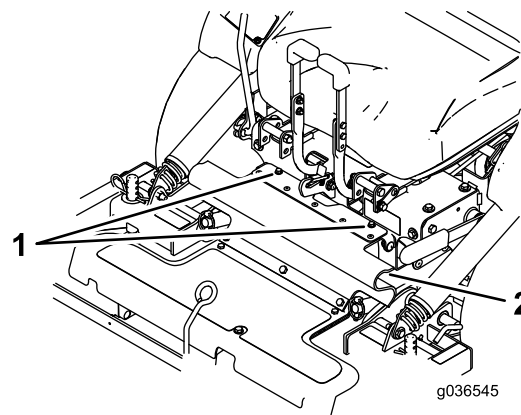

Figura 12
3. Afloje los pernos de sujeción del protector de goma (Figura 12).